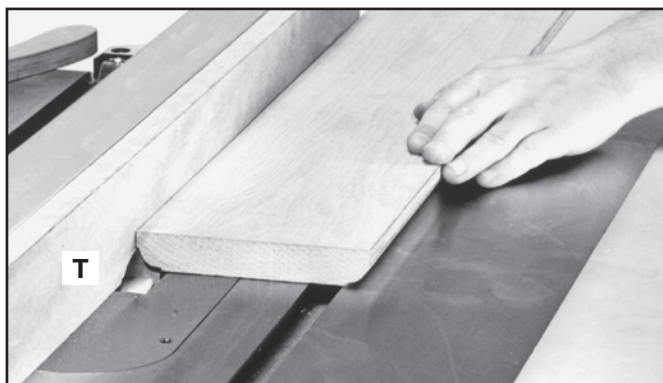

FIG. 72
2. Lors de l'utilisation de la fraise à mouler, ajouter une planche de repère (T) devant le guide longitudinal (fig. 72). fixer la planche de repère face au guide à l'aide de vis à bois dans des trous percés dans le guide ou à l'aide de deux brides de fixation. Des pièces de 19 mm (3/4 po) d'épaisseur sont convenables pour la plupart des travaux, même si parfois un travail requiert une planche de repère de 25 mm (1 po).